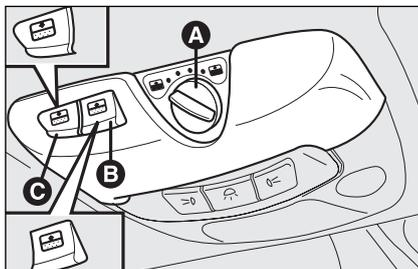

fig. 81
Con lamelle e tendina parasole aperte (manopola **A**-fig. 81 sul quinto scatto), la chiusura delle lamelle non influenza la posizione della tendina.
Per aprire la tendina parasole premere il pulsante **C**-fig. 81.
Per chiudere la tendina parasole premere il pulsante **B**-fig. 81.
AVVERTENZA Ruotando la chiave di avviamento in posizione **STOP** dopo aver azionato i pulsanti **B**-fig. 81 o **C**, si avrà il completamento del movimento selezionato.
- portare la manopola **A-fig. 81** in posizione "0" (tutto chiuso);
In questi casi è possibile inibire il dispositivo chiudendo il tetto apribile (entro 5 secondi dall'intervento del dispositivo), ruotando la manopola **A-fig. 81** in posizione **0** e contemporaneamente tenendola premuta verso l'alto fino all'avvenuta chiusura.